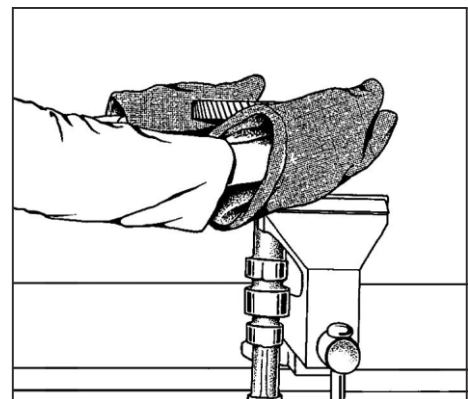

Рис. 51. Сборка вала распределительного.
3. Установить шестерню с помощью прессы (см. Рис. 51).